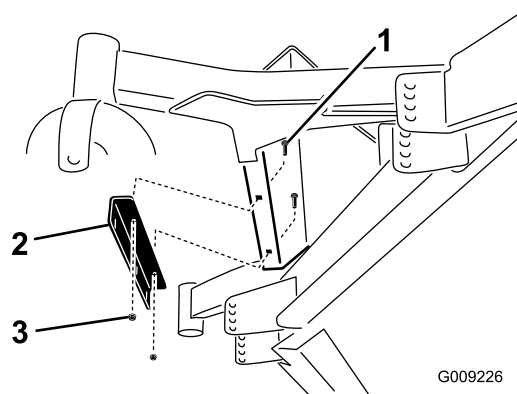

Figure 34
4. Fixez le support de montage de masse sous le repose-pieds avec 2 boulons de carrosserie ($\frac{5}{16}$ " x $\frac{3}{4}$ ") et 2 écrous à embase ($\frac{5}{16}$ "), comme montré à la Figure 34.